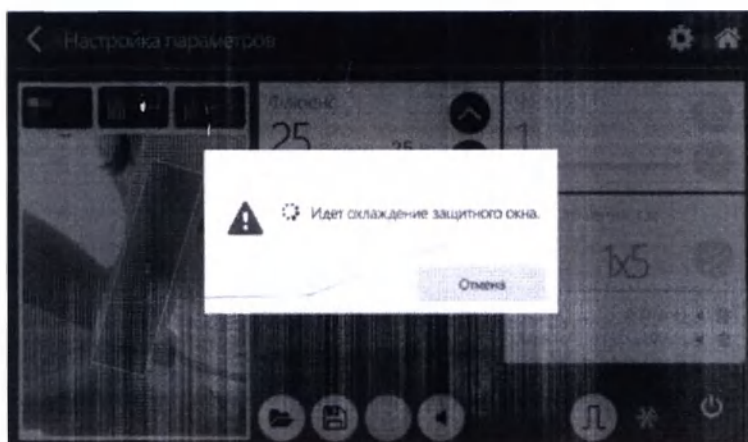

Рис.12.2 – Процесс охлаждения рабочего окна манипулы
12.3. После подтверждения активации охлаждения рабочего окна манипулы появится всплывающее окно как показано на рис.12.2. Время охлаждения рабочего окна манипулы